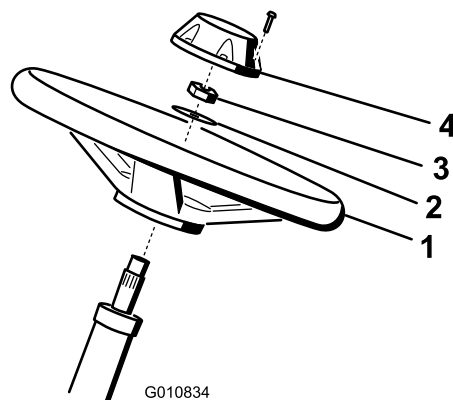

Bild 4
1. Schieben Sie das Lenkrad auf die Lenkwelle (Bild 4).
2. Schieben Sie die Scheibe auf die Lenkwelle (Bild 4).
3. Befestigen Sie das Lenkrad mit einer Sicherungsmutter an der Welle und ziehen es auf 27-35 N·m an (Bild 4).
4. Setzen Sie den Deckel auf und befestigen ihn mit sechs Schrauben am Lenkrad (Bild 4).